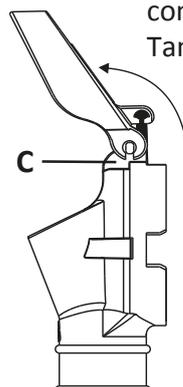
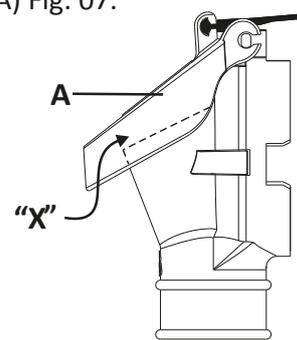

Fig. 06
Fig. 07
**B-** Introduza o Cj. Tampa Bocal NG até o final do canal e faça o giro do mesmo conforme Fig. 06, observando a mesma posição nos dois lados dos pinos do Bocal NG. Após gire até o batente (C) da face superior do Bocal NG Fig. 06. Área "X": Permite o transbordo do adubo, no caso de entupimento dos condutores, sem a necessidade de suspender o Cj. Tampa Bocal NG (A) Fig. 07.